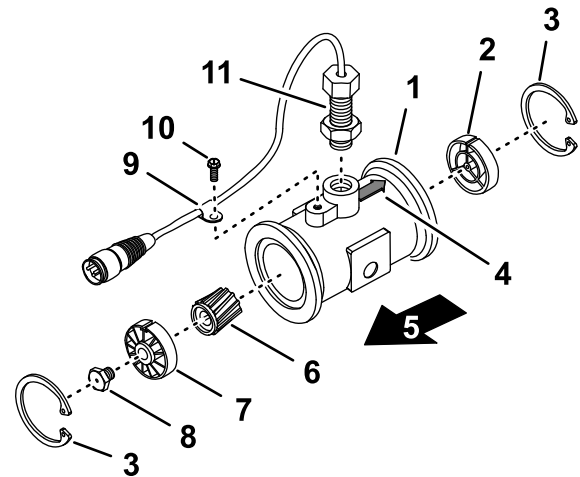

Figure 112
3. Retirez le circlip en amont (Figure 112).